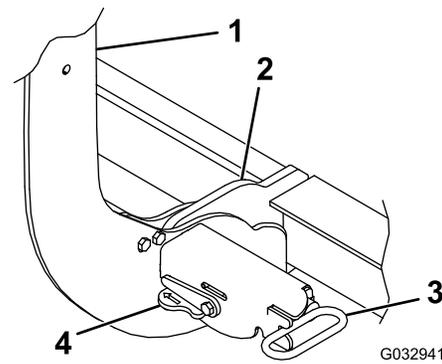

Figura 26
4. Gire las palancas de los cerrojos con muelle a la posición de BLOQUEADO (Figura 26).
7. Asegúrese de que ambos cerrojos con muelle están encajados por completo en el acoplamiento (Figura 26).